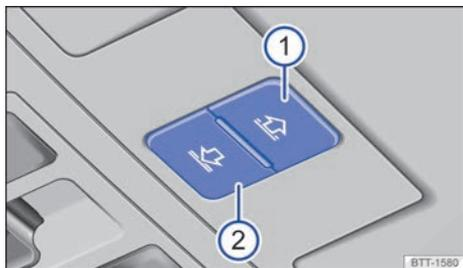

Fig. 98 En el revestimiento interior del techo: teclas para manejar la cortinilla parasol.
Las teclas → **fig. 98** ① y ② tienen dos niveles. Pulsando las teclas hasta el primer nivel se puede abrir o cerrar la cortinilla parasol total o parcialmente.
- Antes de que transcurran aprox. 5 segundos desde la activación de la función antiaprisionamiento, pulse la tecla → **fig. 98** ② hasta que la cortinilla se haya cerrado completamente.